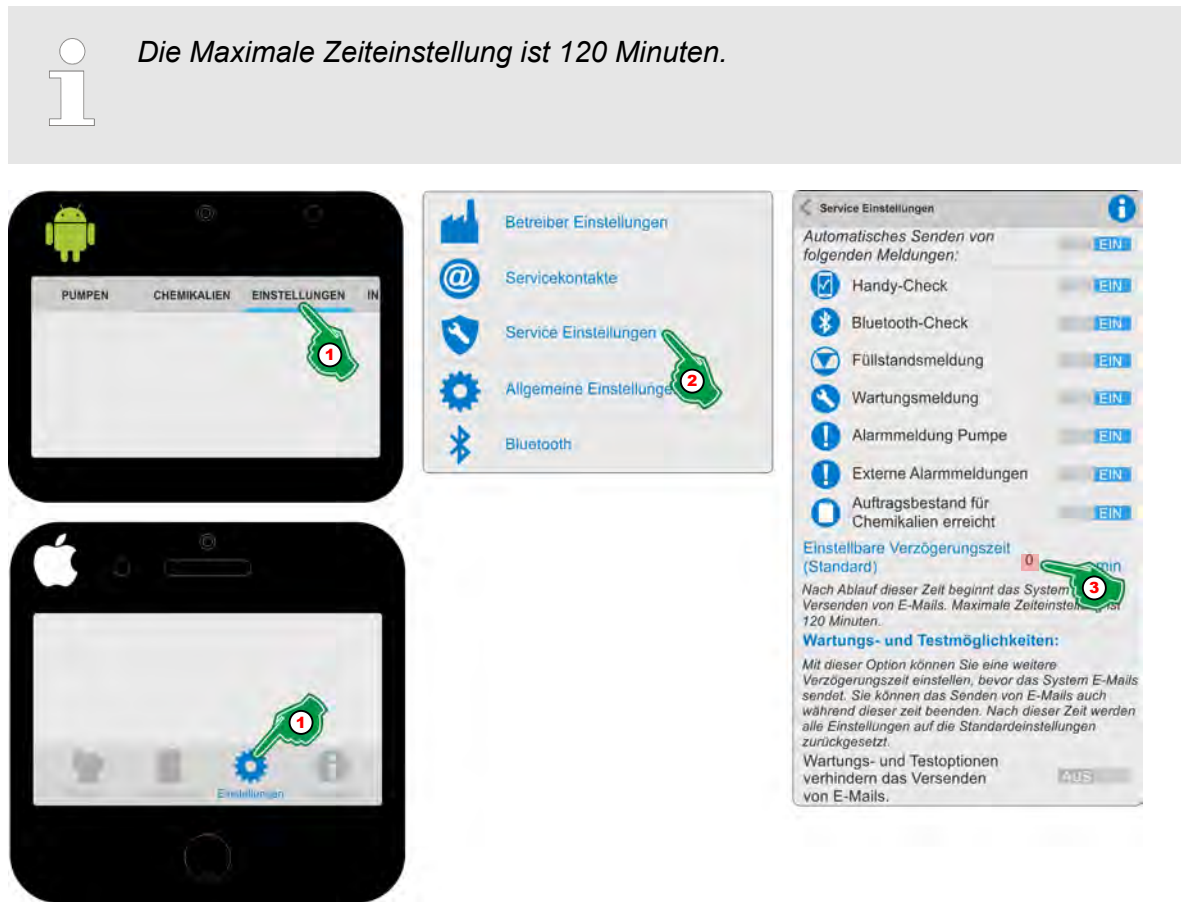

Abb. 13: „Einstellbare Verzögerungszeit“
1. ➤ **[Einstellungen]** (Abb. 13, Pos. 1) auswählen.
2. ➤ **[Service Einstellungen]** (Abb. 13, Pos. 2) auswählen.
3. ➤ Im Eingabefeld für die „Einstellbare Verzögerungszeit“ (Abb. 13, Pos. 3) die gewünschte Verzögerung in Minuten eingeben.